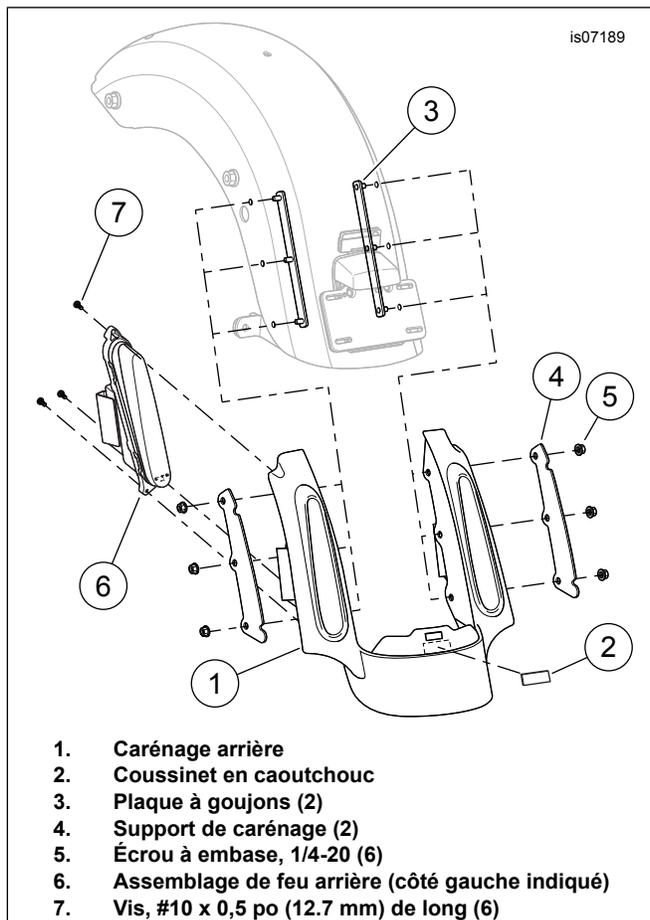

Figure 4. Installation du carénage arrière
4. Voir la Figure 4. Retirez la doublure adhésive du tampon en caoutchouc (2) de 44,5 x 19 x 1,6 mm (x po).
5. Positionnez le tampon au centre du carénage (1), juste en dessous de la fente comme indiqué et appuyez fermement pour le fixer.
8. Insérez trois goujons d'une plaque à goujons (3) sous le garde-boue et à travers les trous de garde-boue et le carénage d'un côté.
10. Installez lâchement trois écrous de bride (5) sur le filetage des goujons.